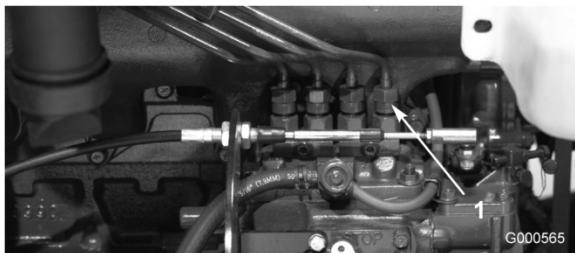

Figura 38
1. Liberte a tubagem que se encontra ligada ao injector nº 1 e à estrutura de suporte da bomba de injecção (Figura 38).